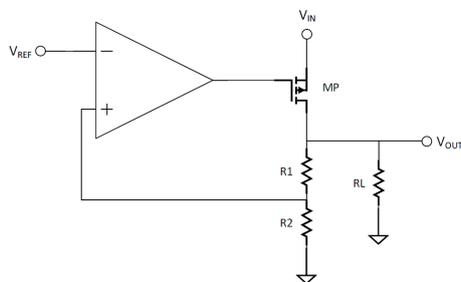

Figura 1.2
- Repetir la parte (a) para el caso del circuito de la Figura 1.2, teniendo en cuenta que el pMOS tiene tensión de umbral de 0.5 V y  $(\mu C_{ox})_p = 90 \mu\text{A}/\text{V}^2$ .
Se considera el circuito de la Figura 1.2 que implementa un regulador lineal con tensión de salida 1.8 V.
- (c) Simular el circuito de la Figura 1.2 en LTSpice. Verificar que la salida regulada es la esperada. Para la simulación, utilizar el siguiente modelo simple para el transistor pMOS:
- (a) Deducir la ganancia  $G_{CLio}$  para el caso del regulador con transistor de paso pMOS de la Figura 1.2.
- (a) Calcular  $R_{out}$  para el caso del regulador con transistor de paso pMOS de la Figura 1.2.
Se considera el regulador de la Figura 1.2 con las siguientes características:  $V_{OUT} = 1.8 \text{ V}$ ,  $R_1 = 2 \text{ k}\Omega$ ,  $R_2 = 1 \text{ k}\Omega$ ,  $(\mu C_{ox}) = 90 \mu\text{A/V}^2$ ,  $C_{ox} = 88.5 \mu\text{F/m}^2$ ,  $V_t = 0.5 \text{ V}$  y la ganancia en lazo abierto del amplificador operacional es  $A_0 = 300 \text{ V/V}$ .